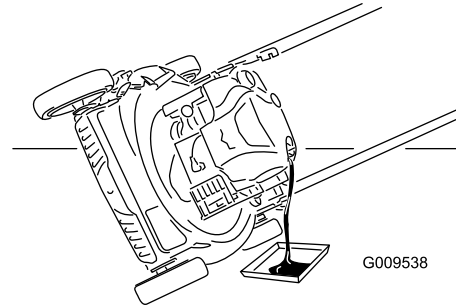

Figura 26
3. Coloque el cortacésped de lado con el filtro de aire hacia arriba para drenar el aceite usado a través del tubo de llenado de aceite (Figura 26).
4. Vierta aceite lentamente en el tubo de llenado hasta que el nivel llegue a la marca Full (Figura 26) (lleno) de la varilla (Ø). Después de añadir aceite, espere 3 minutos antes de comprobar el nivel de aceite con la varilla. **No llene demasiado.** (Capacidad máxima: 0,59 l, tipo: SAE 30, aceite detergente con clasificación de servicio API SF, SG, SH, SJ, SL o superior.)